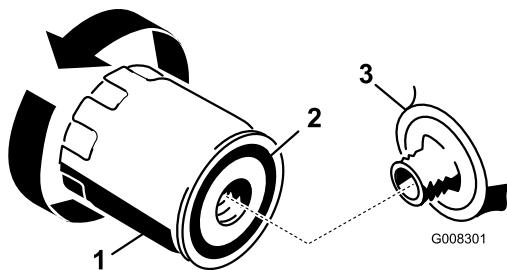

Figura 25
- Remova o filtro antigo e limpe a superfície de vedação do adaptador (Figura 25).
3. Aplique uma fina camada de óleo do motor na junta de borracha do novo filtro (Figura 25).
5. Aperte o filtro mais 1/2 ou 3/4 de volta (Figura 25).